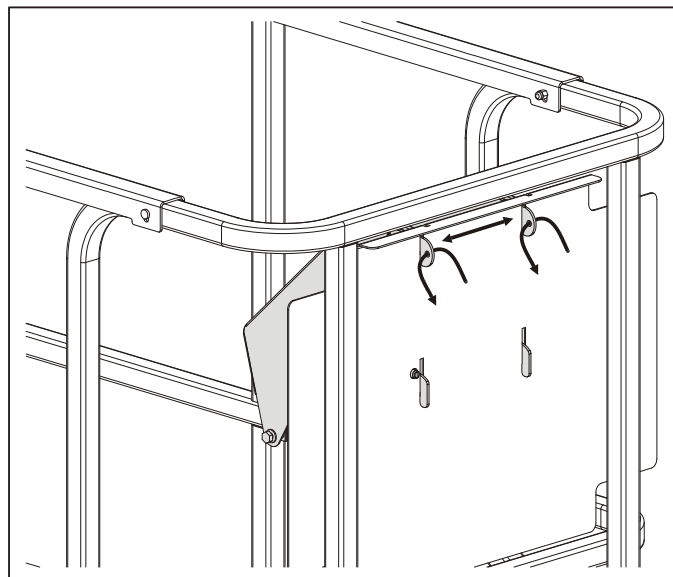

Рис. 3-8. Прикрепление пульта управления к платформе
6. Поверните селекторный переключатель питания в положение «Выкл.» и извлеките ключ, чтобы деактивировать машину и предотвратить возможность ее несанкционированного использования. Также можно прикрепить пульт управления с платформы к монтажной пластине, см. Рис. 3-8.